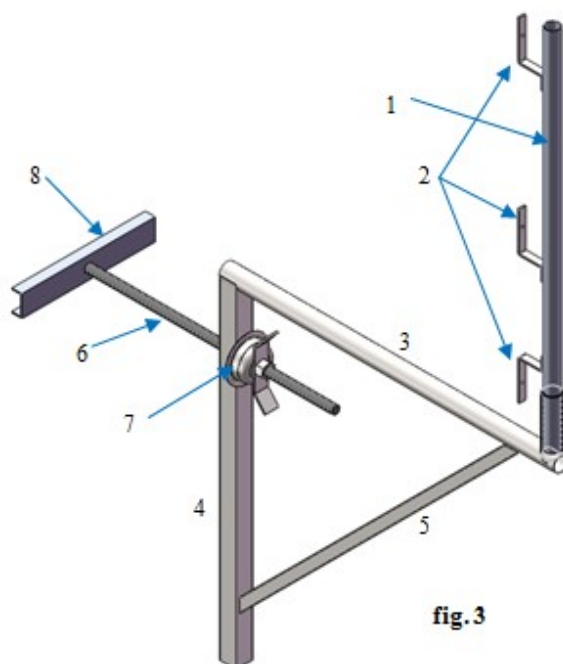

fig. 3
Le parapet MH 60 L (fig. 3) est constitué par les éléments suivants :
8. Conditions générales d'utilisation (fig. 3)